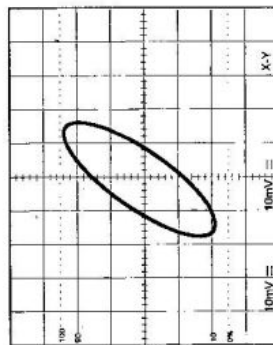

Figura 5-7 Tipica visualizzazione X-Y singola.
Il confronto di frequenza e fase di due segnali può essere eseguito in modalità X-Y. La visualizzazione X-Y mostra le differenze di ampiezza, frequenza e fase. La Figura 5-7 illustra una forma d'onda tipica, costituita da due segnali di uguale frequenza e ampiezza, ma fuori fase di circa 45°.
- 3) Premere il pulsante X-Y per impostare la modalità corrispondente (illustrata nella Figura 5-7 seguente).